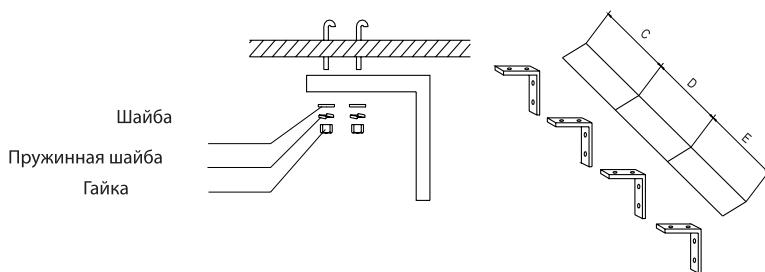

Рис. 7 – Крепление завесы к потолку
7.3 При установке завесы на потолке используются специально изогнутые кронштейны (приобретаются потребителем) (Рис.7).